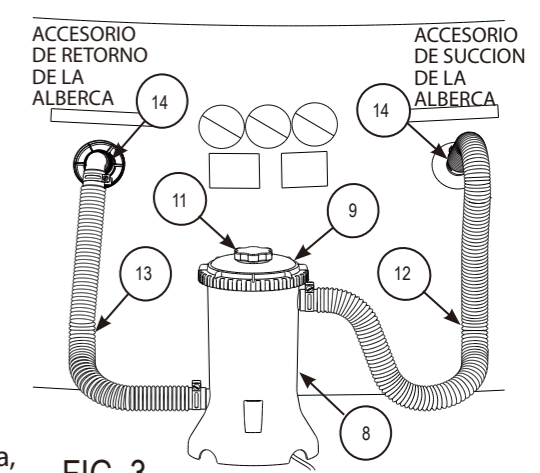

FIG. 3
C. Localice las partes de ensamble del Accesorio de Retorno (21, 25-31). Lubrique la Junta RF (negra) (26) completamente con petrolato e instálaslas sobre las roscas en el Accesorio de Retorno (25). Inserte el Accesorio de Retorno de la alberca en la pared del interior de la alberca, vea la Fig.3 para la ubicación correcta. Coloque la Arandela de Empuje RF (27) blanca sobre el Accesorio de Retorno y luego enrosque la Tuerca RF (28) en el accesorio hasta que esté ajustado. NO ajuste de más la Tuerca RF ni arrugue la pared de la alberca alrededor de la Arandela de Empuje RF (27) o de la Junta RF (26). Conecte los Accesorios de Retorno de la alberca (25) con el Conector RF (21) desde el interior de la alberca. Ponga el Accesorio Desviador RF (30) y al Anillo de Seguridad (31) a un lado para instalarlos después. Ahora localice las partes de ensamble del Accesorio de Retorno (16-20). Lubrique la Junta SF negra (17) completamente con petrolato e instálela sobre las roscas en el Accesorio de Succión (16). Inserte el Accesorio de Succión (16) con la Junta SF (17) a través del orificio del accesorio de succión de la alberca en la pared del interior de la alberca. Coloque la Arandela de Empuje SF (18) sobre el Accesorio de Succión y luego enrosque la Tuerca SF (19) sobre el accesorio hasta que esté ajustado. NO ajuste de más la Tuerca SF ni arrugue la pared de la alberca alrededor de la Arandela de Empuje SF (18) o la Junta SF (17). Tape el Accesorio de Succión de la Alberca (16) con la Tapa para el Agua (20). Solamente ajuste con la mano la Tapa de Agua (20). Comience a llenar la alberca.
D. Después de que la alberca se llenó, coloque el Ensamble del Filtro entre los dos accesorios en la lateral de la alberca, alrededor de 6 pulgadas fuera de la base. La manguera de succión (12), que viene de la parte superior de la caja del filtro, debe quedar frente a la derecha, y la manguera de retorno (13) que viene de la bomba, en la parte inferior de la caja, debe quedar frente a la izquierda; vea Fig. 3.
- E. Deslice las dos Abrazaderas de la Manguera (14) sobre los extremos de las dos mangueras. Lubrique los Anillos-O (24) en el accesorio de la pared completamente con petrolato, luego conecte las mangueras a los accesorios de Retorno y Succión localizados en un lado de la alberca. El accesorio de Succión de la Alberca está en la derecha, y el accesorio de retorno en la izquierda, vea la FIG. 3. Asegure ambas mangueras en su lugar ajustando las dos Abrazaderas de las Mangueras (14).
- F. Desatornille el tornillo de ventilación (11) de el anillo de cerrado de la parte superior (9) aproximadamente 1-½ vueltas. NOTA: ES NECESARIO QUE EL SISTEMA SE VENTILE PARA QUE ESCAPE EL AIRE MIENTRAS EL FILTRO SE LLENA DE AGUA.
- G. Retire el Conector RF (21) del accesorio de retorno (25) dentro de la alberca. También retire la Tapa para el Agua SF (20) del Accesorio de Succión (16). Esto permite al sistema del filtro llenar con agua. NO deseche el Conector RF (21) y la Tapa para el Agua SF (20). Usted los necesitará cuando cambie el Cartucho del Filtro o le de servicio a la bomba. Apriete con la mano el tornillo de ventilación en el anillo de sello de la parte superior hasta que el anillo-O quede asegurado alrededor del tornillo y no escape más agua.
- H. Hasta este punto el sistema del filtro no debe permitir el paso del agua. Revise las mangueras y las conexiones, así como el tornillo ventilador, para asegurarse de que no existan goteras. Si se llega a encontrar alguna gotera, vaya a la pag. #8 en la guía del Trouble Shooting #4. Ahora coloque el Accesorio Desviador RF (30) y el Anillo de Seguridad RF (31) en el Accesorio de Retorno (25).